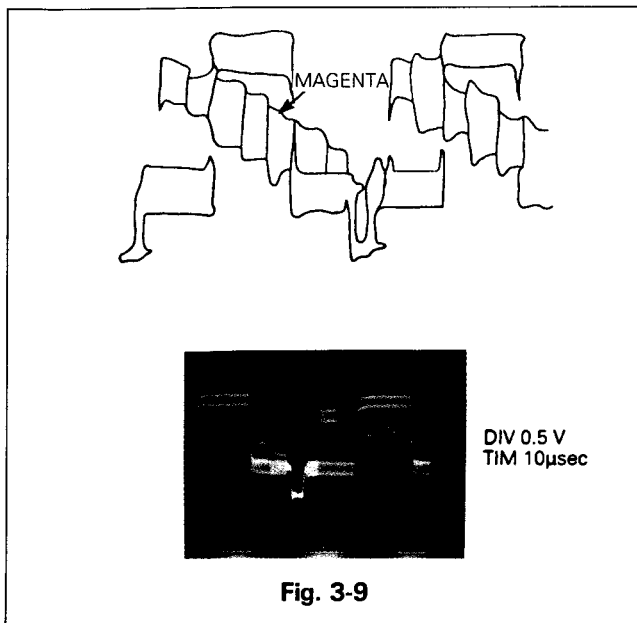

Fig. 3-9
- Régler L6A1 pour que le signal correspondant à MAGENTA soit de même amplitude sur deux lignes successives. (Voir Fig. 3-9)